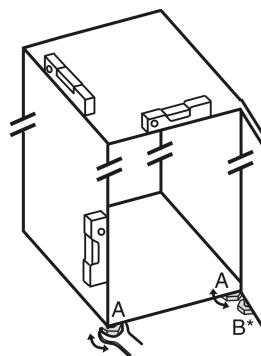

Fig. 8
- ▶ Stelvoetjes Fig. 8 (A) met meegeleverde steeksleutel en met behulp van een waterpas er uit draaien tot het apparaat vast en vlak is uitgelijnd.
► Stelvoetje Fig. 8 (B) op het lagerblok losdraaien met de bijgeleverde steeksleutel totdat deze op de vloer rust.
► Stelvoetje Fig. 8 (B) 90° verder draaien.